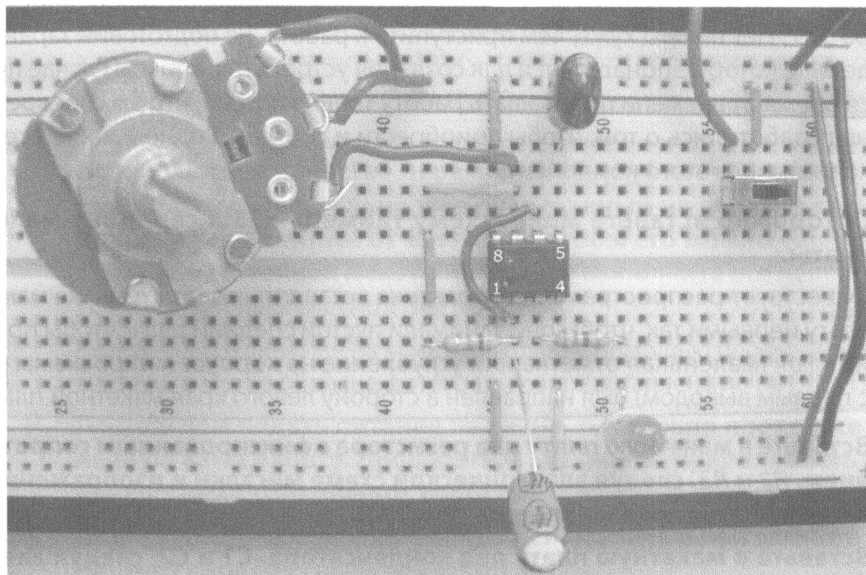

Рис. 17.2. Схема мигалки на основе одного светодиода, смонтированная на беспаячной макетной плате (добавлены обозначения выводов ИМС таймера 555)
воспользуйтесь рис. 17.2. Если это первая схема, которую вы пытаетесь собрать, советую следовать подробным инструкциям, приведенным в этом разделе.
Чтобы упростить использование батарейного источника питания при сборке этой схемы на беспаячной макетной плате, воспользуйтесь одним переключателем и несколькими проводными перемычками, как показано на рис. 17.2. Воспользуйтесь однополюсным переключателем на два направления (SPDT) и подключите положительный полюс батареи к верхней положительной шине питания (в главе 4, “Соединяем все вместе”, я подробно объясняю этот процесс). Затем соедините положительные шины питания сверху и внизу с помощью перемычки из красного провода, а отрицательные шины питания сверху и внизу — с помощью черной перемычки, чтобы напряжение питания было доступно и сверху, и внизу макетной платы.
3. Вставьте в макетную плату два резистора с фиксированным сопротивлением, $R2$ и $R3$, следуя электрической схеме мигалки и изображению макетной платы, показанному на рис. 17.2.
4. Вставьте в макетную плату два конденсатора, $C1$ и $C2$, следуя электрической схеме мигалки и изображению макетной платы, показанному на рис. 17.2.
Как указывалось в главе 11, “Еще одна инновация: интегральные микросхемы”, выводы микросхемы нумеруются против часовой стрелки, начиная с ключа. Если вы вставили ИМС таймера 555 таким образом, чтобы ключ был обращен в сторону левого края макетной платы, то нумерация выводов этой микросхемы будет соответствовать тому, что показано на рис. 17.2.
Выполняя соединения на макетной плате с помощью перемычек, используйте в качестве образца фотографию, представленную на рис. 17.2.